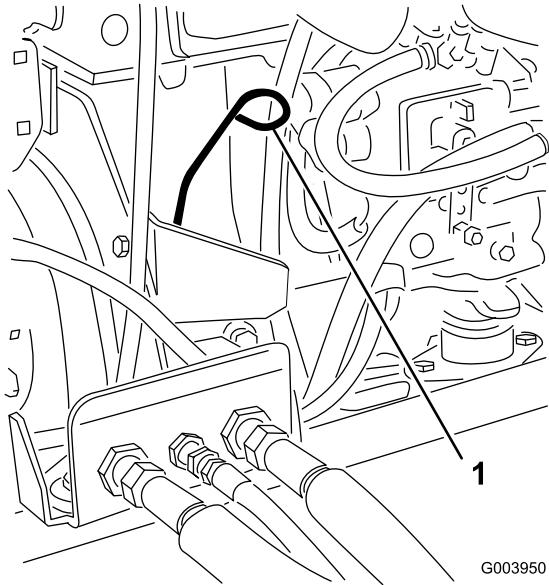

Figura 28
3. Togliete l'asta di livello, asciugatela e reinseritela (Figura 28).